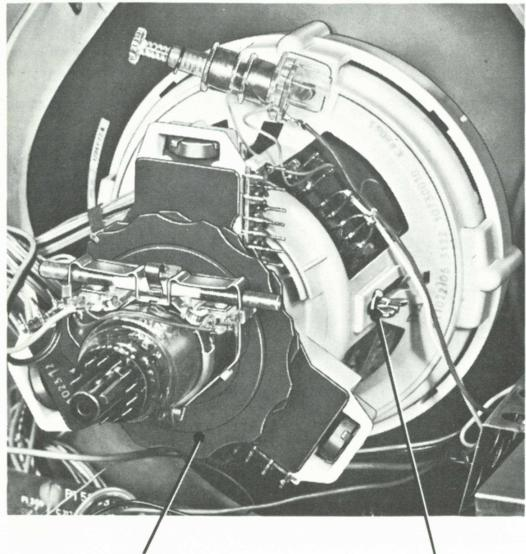
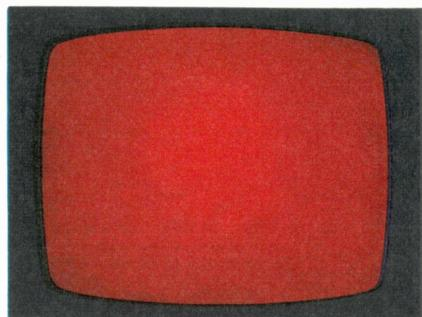
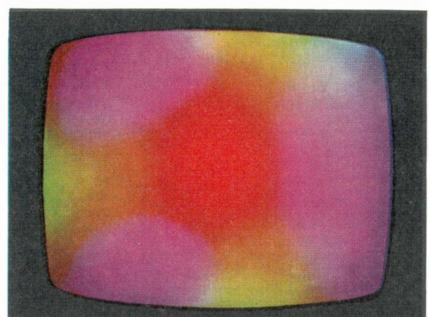

Fig. 2
Fig. 4
Fig. 5
3. Rot-Katodenstecker abziehen (Fig. 7). Bildschirm sollte dann gleichmäßig rot sein (Fig. 4). Ist Bildschirm ungleichmäßig rot oder farbfleckig (Fig. 5), so ist die Farbreinheit einzustellen.
2. Flügelmutter am Ablensystem (Fig. 2) lösen und Ablensystem so weit auf dem Hals verschieben, bis ein roter Fleck erscheint (Fig. 5).